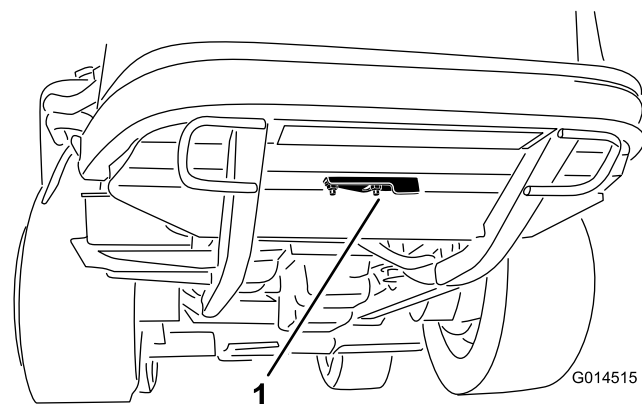

図 54
2. クリーン・アウト・カバーを後フレームの下側に固定しているフランジナットをゆるめる（図 54）。カバーをめくると、フレームのクリーン・アウト・ホール（清掃穴）が露出する。